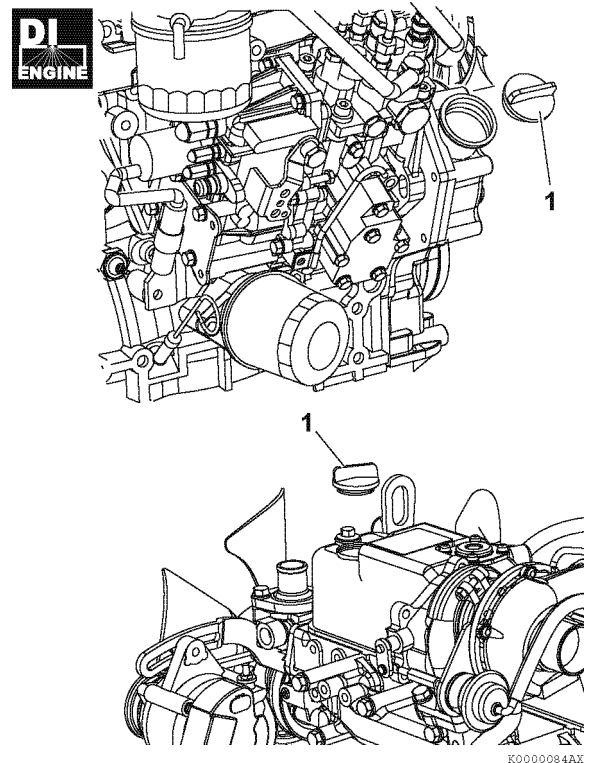

Рисунок 19
4. Снимите одну из крышек маслозаливной горловины (**Рисунок 19, (1)**), чтобы впустить воздух в картер двигателя и облегчить вытекание моторного масла.